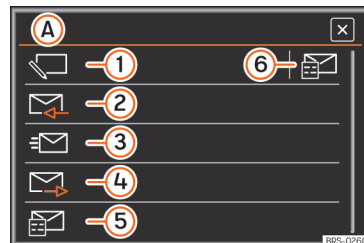

Fig. 227 Menú Mensajes cortos (SMS).
- (A)** **[SMS]**: Para volver al menú Mensajes cortos (SMS) » **fig. 227**.